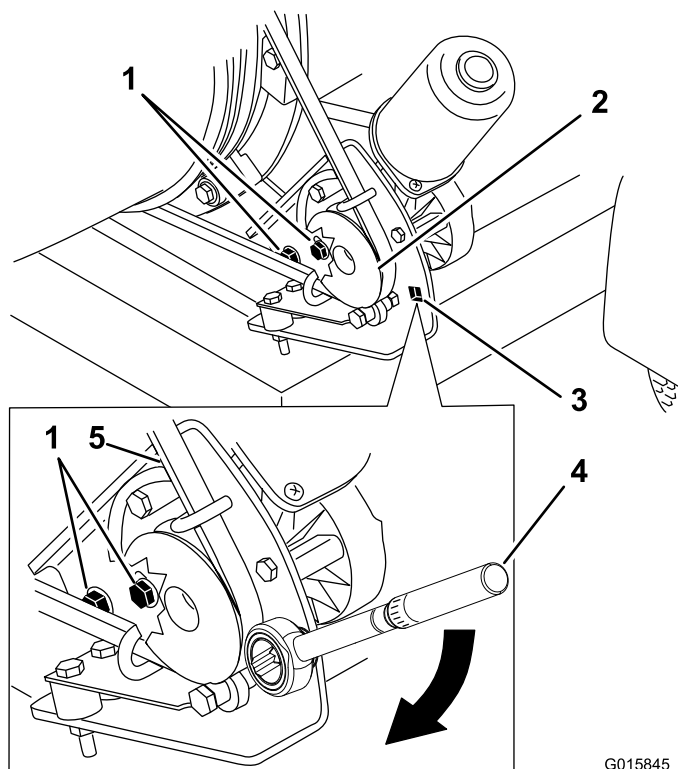

Рисунок 30
- Ослабьте болты крепления монтажного кронштейна шкива к раме воздуходувки (Рисунок 30).
- Установите динамометрический ключ на монтажном кронштейне шкива (Рисунок 30).
- Отверните монтажный кронштейн шкива от сопла так, чтобы показание динамометрического ключа стало равным 22,6 – 26,0 Н-м (Рисунок 30).